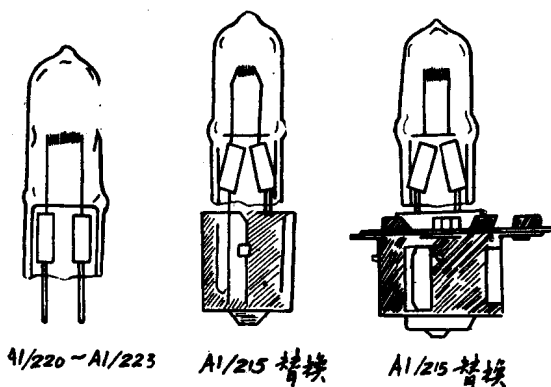

图1 英国G. E. C.生产的卤钨放映灯
G. E. C. 为8mm影片放映机和35mm移动式放映机设计新的和替换式的卤钨放映灯,如图1和表1所示。